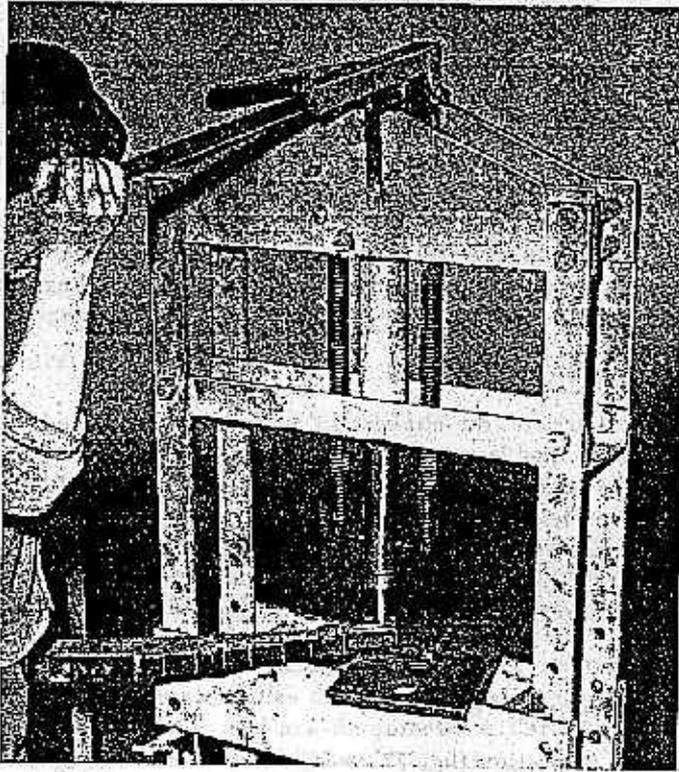

FIGURE 76. — Extraction à la presse d'une bague de ressort
a. Remplacement de la bague du ressort avant et arrière et du ressort de réaction (fig. 76). Placer le ressort dans une presse et avec un chassoir approprié, expulser la bague. Avec le même chassoir mettre à la presse une bague neuve dans le ressort.